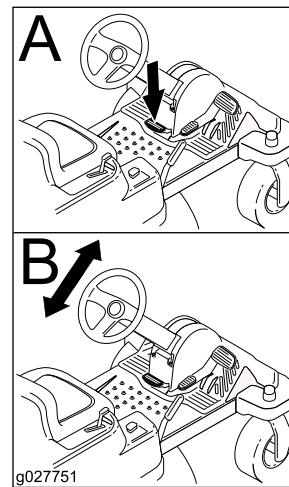

Bild 16
2. Stellen Sie das Lenkrad auf die gewünschte Stellung (Bild 16).